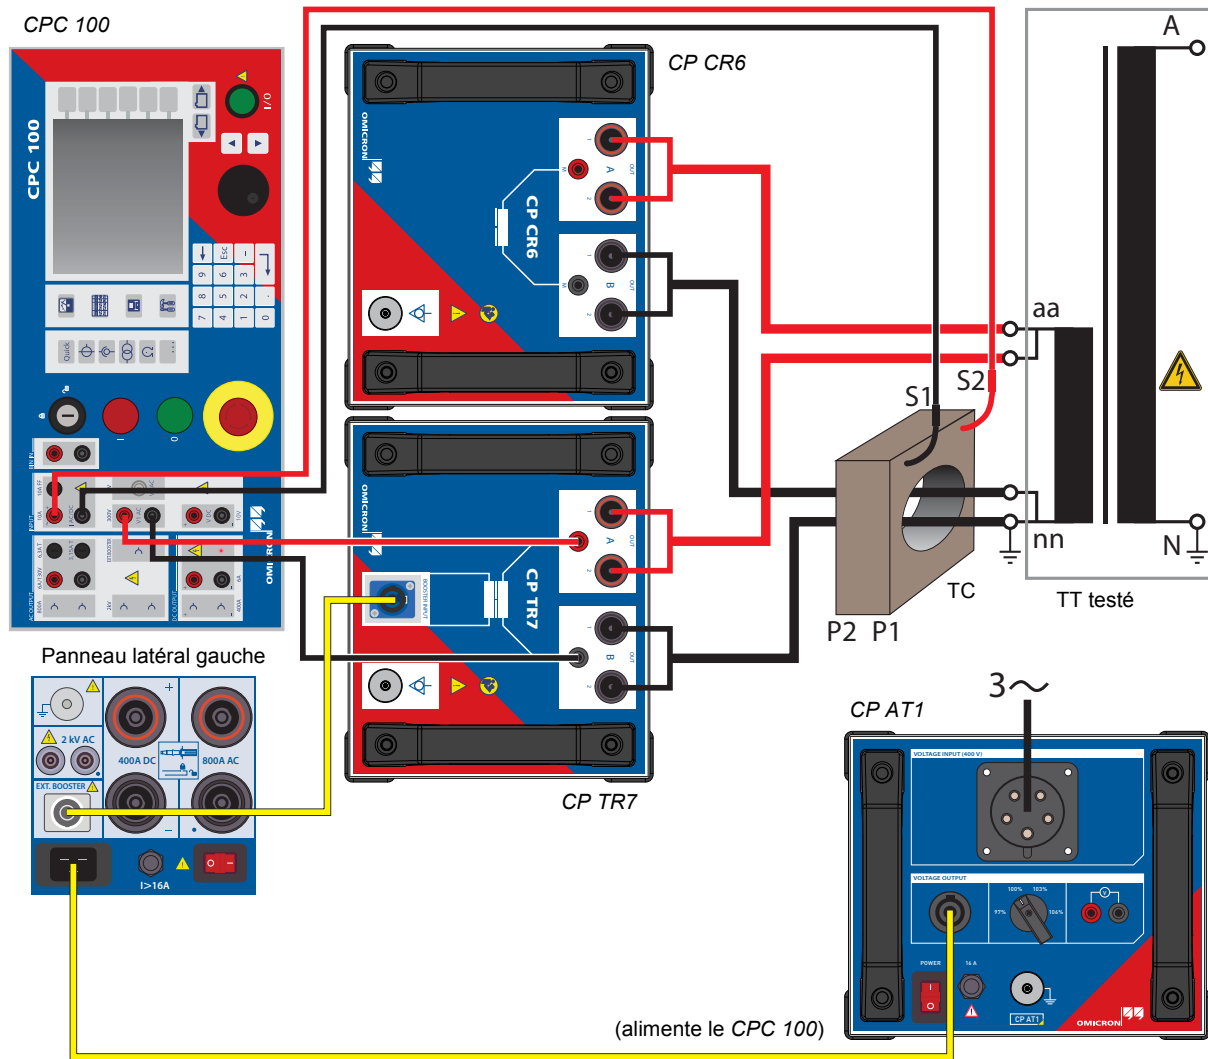

Figure 3-4: Montage pour 3,23 mH
5. Pour la mesure du courant à l'entrée du TT de puissance, connecter le transformateur de courant fourni comme indiqué à la figure 3-4 sur la page suivante.